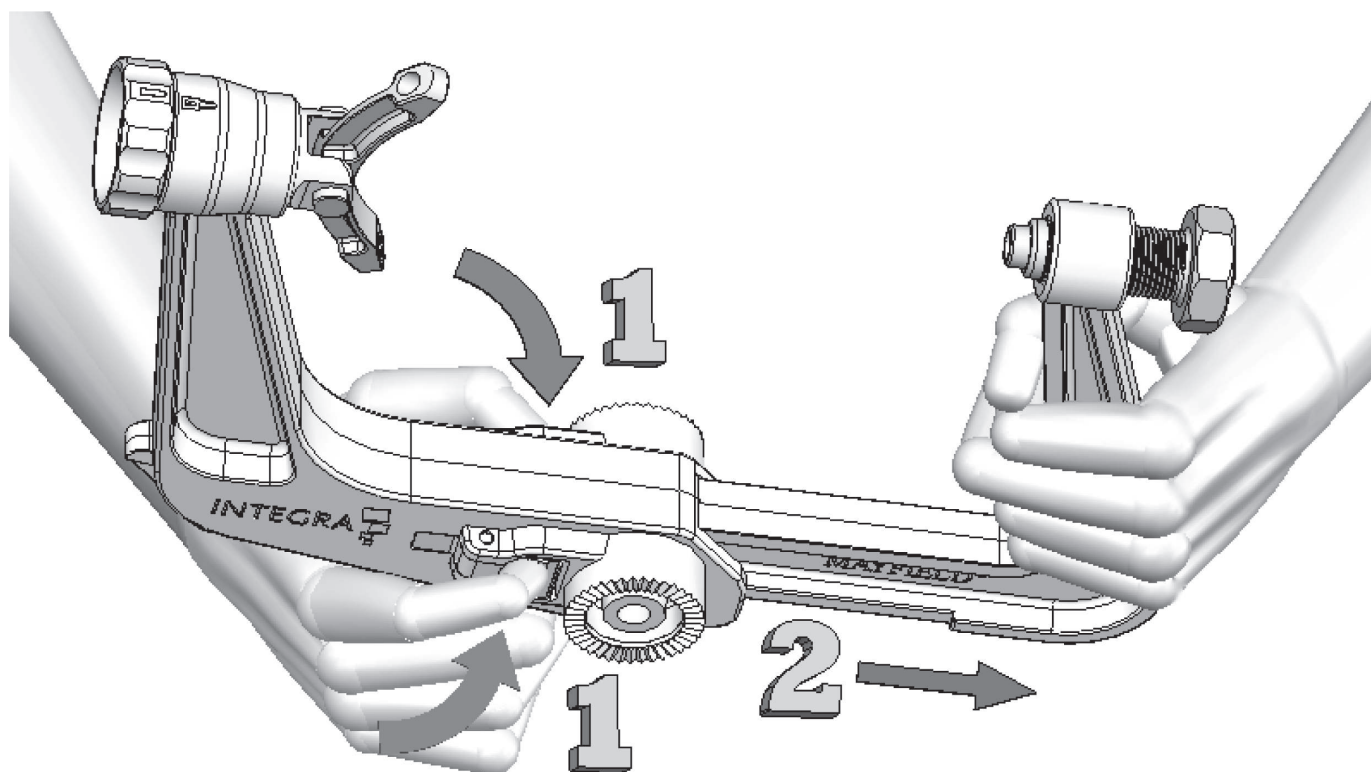

Abbildung 5: Entriegeln der Ratschenverlängerung
3. Beide Auslöseknöpfe auf der Schädelklemme (siehe Abbildung 5 unten) drücken, um die Ratschenverlängerung zu entriegeln und die beiden Klemmenhälften auseinander zu ziehen und damit das Ansetzen am Kopf des Patienten zu ermöglichen.